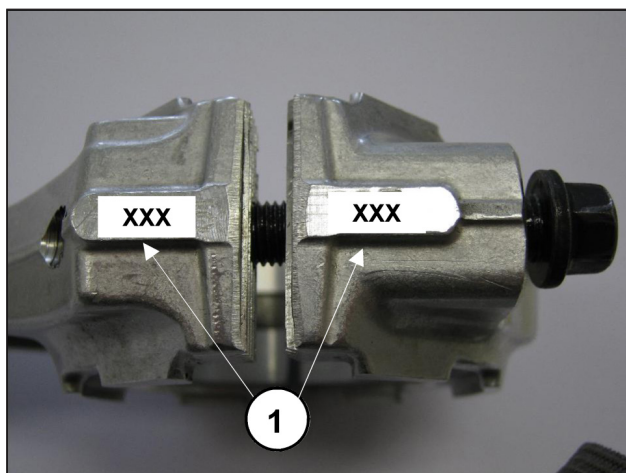

Fig. 9
- Assembler les chapeaux de bielles aux corps relatifs en vous référant à la numérotation (Fig. 9, rep. ①).